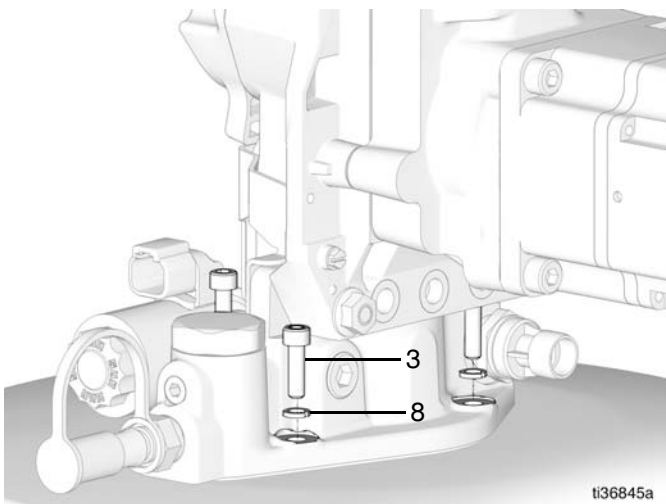

FIG. 9
9. Alinee las cuatro arandelas (8) y cuatro tornillos (3) con la bomba, la junta y la cubierta (FIG. 9). Utilice una llave para apretarla firmemente.